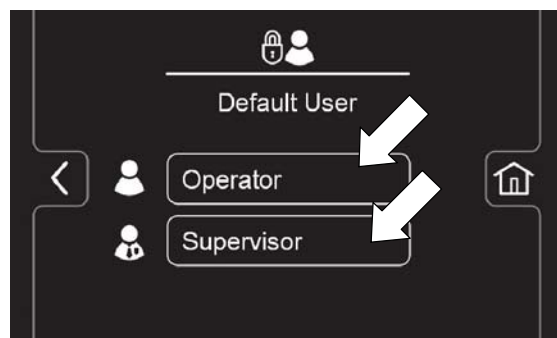

РИС. 155
- с. Нажмите на кнопку Оператор или Администратор, чтобы выбрать требуемого пользователя по умолчанию (Рисунок 155).